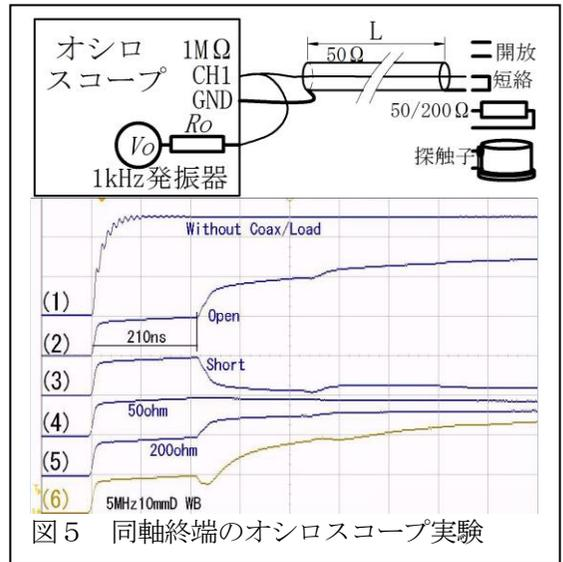

図5 同軸終端のオシロスコープ実験
ここで実際に観測する事にしよう。多くのオシロスコープには 1kHz の矩形波発振器が付属している。オシロスコープに繋げる 10:1 プローブを校正する為に必要な為である。この発振器の出力インピーダンスは 50Ω ではない。図 5 の上の様にオシロスコープの入力に 1 kHz 発振器を接続し、時間軸を拡大すると、図 5 の波形の (1) の様な 2.5V 程度のステップが観測される。この状態で長いケーブルを接続すると (2) となる。オシロスコープの入力インピーダンスは 1MΩ と大きいので無視できるとして、信号源の発生電圧 V_0 は 2.5V である。(2) の様に 50Ω 同軸を繋ぐと階段状に上がっていき最後は 2.5V となる。一つの階段の幅は 210ns と計測される。電気信号(電波、光、ガンマ線)は空間を伝わる場合は約 30 万 km/s、即ち 1m 当たり約 3.3ns かかる。物質中、同軸や線などを伝わる場合に速度が落ちる。この速度低下率を波長短縮率と呼ぶ。ポリエチレンを絶縁体とした 50Ω 同軸は径に関係なく波長短縮率は約 67% である。1m 伝搬するのに電磁波は約 3.3ns かかり、その 1/0.67 倍で $3.3ns/0.67=4.9ns$ かかる。210ns は同軸を往復した時間なので $210/4.8/2=21.4m$ となる。実際に繋いだケーブルは 21.2m である。伝搬時間からツイストや同軸ケーブルの長さを測る機器は TDR(ケーブル測長器として市販されている。TDR(Time Domain Reflectometry 時間領域反射)法は以降で説明する様にインピーダンス・アナライザにも使われる方法でもあるが、オシロスコープさえあればトグルを巻いたケーブルの長さを測る事ができる便利な方法でもある。
この端部での反射の現象は、音響境界層での反射と全く同じで、図 5 を十分理解すると、音波の反射も容易に理解できる。
しない音が発生する。図 5(6)のケーブル反射は 210ns 周期で 5MHz の探触子の周期 200ns とほぼ同じで、影響は無視できないだろう。広帯域で分解能が良い探触子でもケーブル反射による邪魔な多重エコーが観測される。図 5 ではどの場合も、反射するたびに段々振幅は減衰する。使う周波数より、反射周期が十分短ければ、終端の整合が不適切でも、影響が無視できよう。